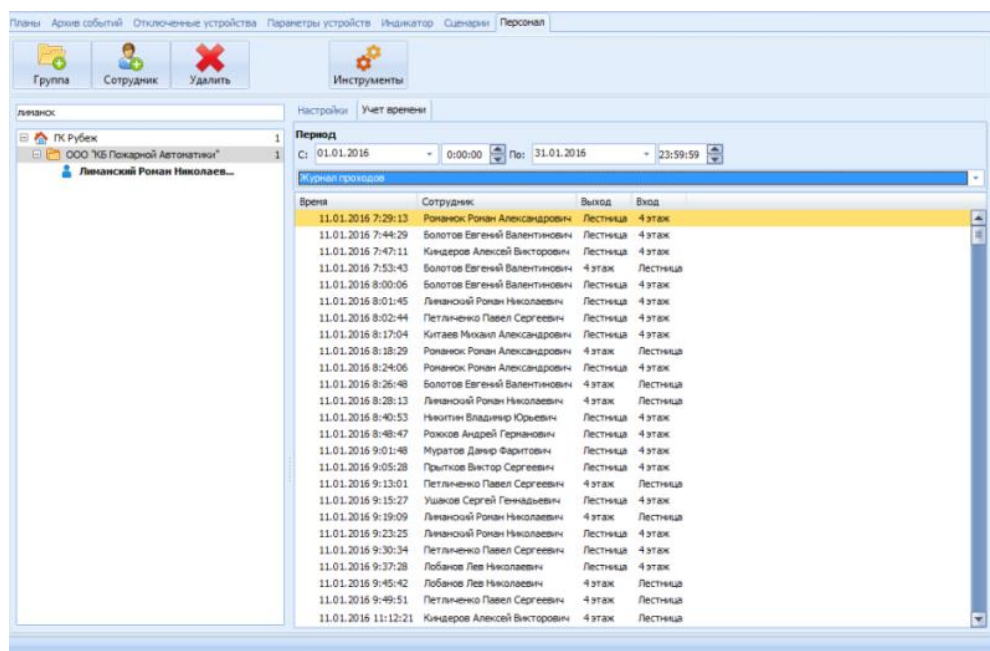

Рисунок 25.51 – Вкладка Отчеты, Отчет «Журнал проходов»
6) Нажать кнопку  «Сформировать отчет». В результате отобразится журнал проходов сотрудников выбранного подразделения (рисунок 25.51).